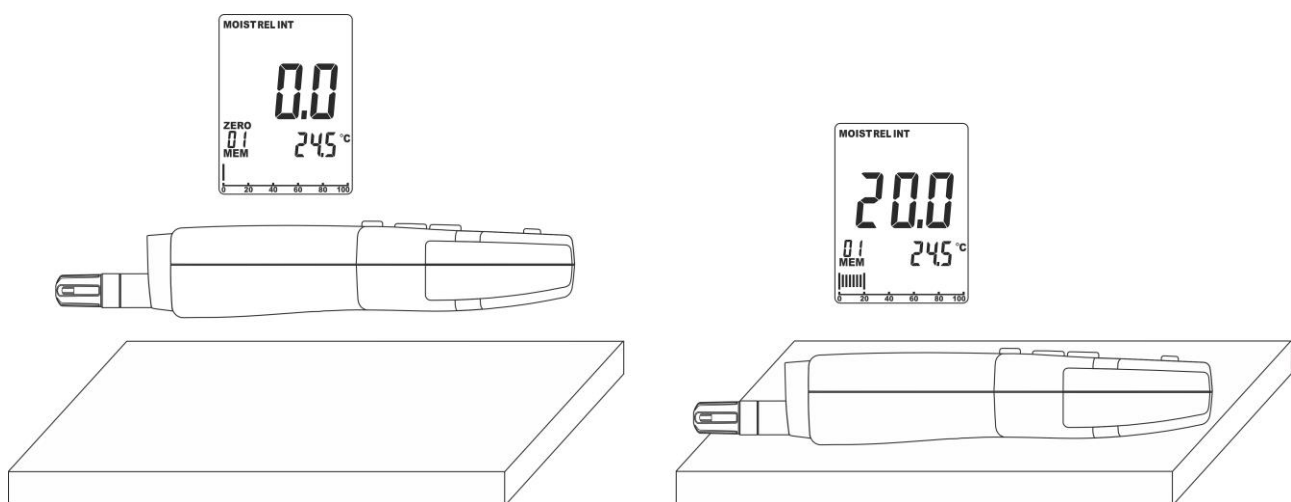

Fig. 8: Uso para medida de la humedad por contacto con sensor integrado
5. En el caso en el que el valor no esté puesto a cero pulse de forma prolongada (>2s) la tecla **MODE/ZERO**. El símbolo “ZERO” aparece en el visualizador por un instante y el valor se pone a cero en el visualizador principal (ver la Fig. 8 – parte izquierda)